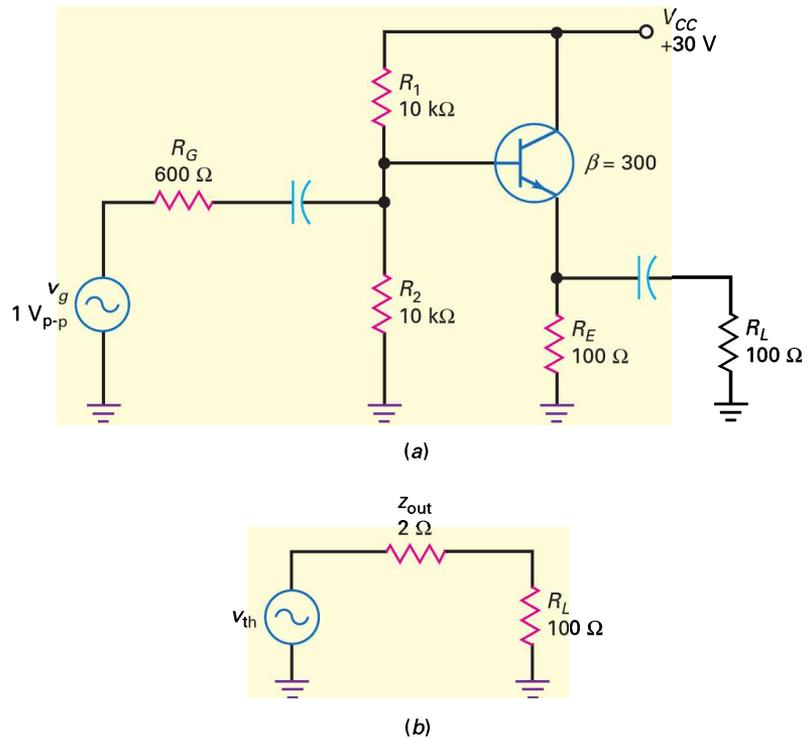

Figure 9.14
9.8 Avez-vous compris ? Reprendre la figure 9.14, faire passer la résistance de source à 1 kΩ et trouver la valeur approximative de z_{out} .